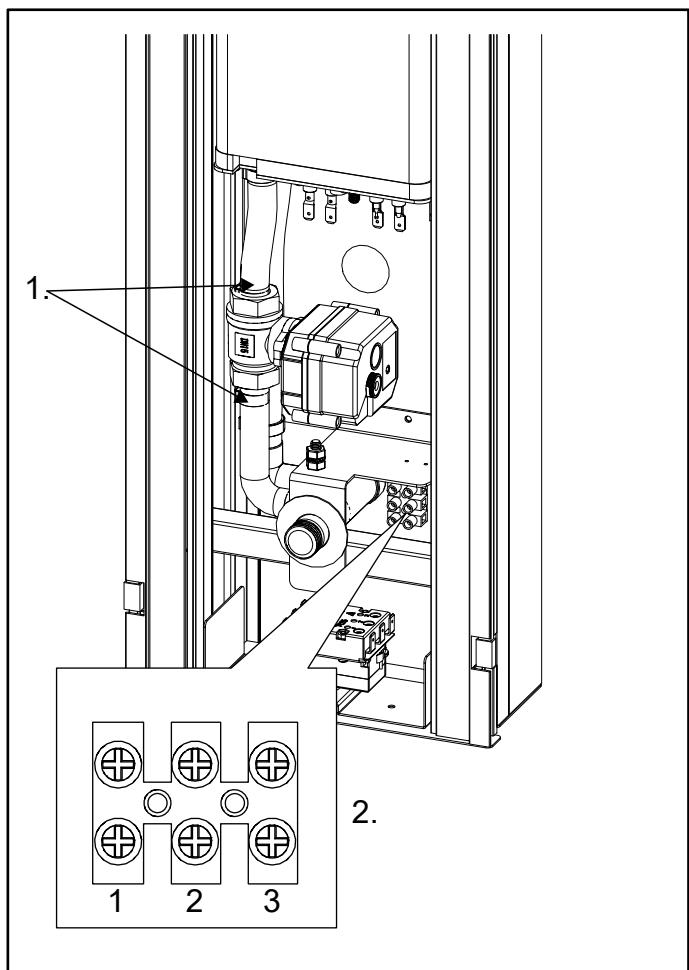

**Rysunek 18**
- Pociągnij pokrętło na zaworze kulowym do siebie i obróć je, aż linia wskaże pozycję otwartą. Patrz Rys. 18.